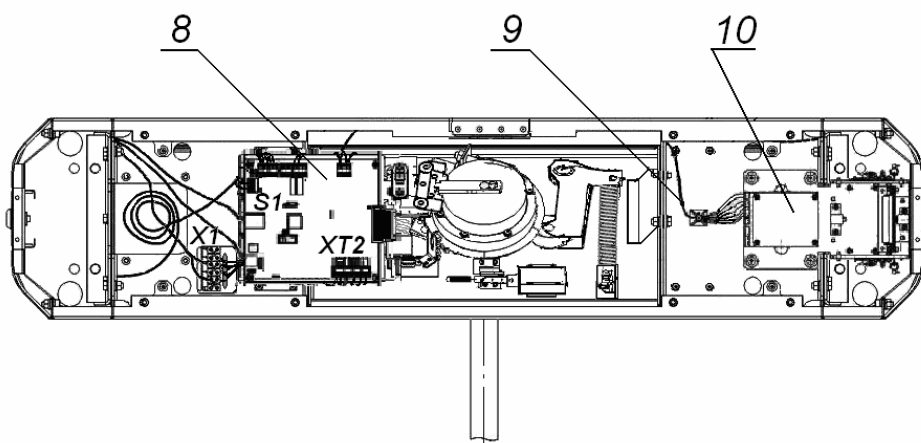
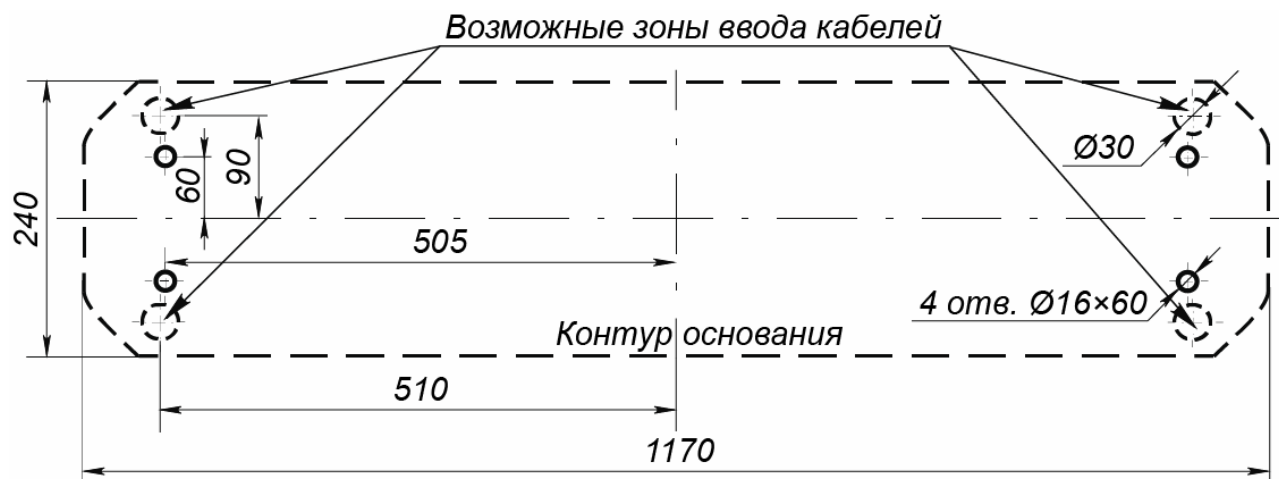

Рисунок 11. Схема прокладки кабелей в стойке ЭП
Рисунок 12. Схема разметки для установки стойки ЭП
3. Подготовьте в полу отверстия под гильзы анкеров для крепления стойки ЭП (см. рис. 12).
4. При необходимости прокладки кабелей под поверхностью пола подготовьте в полу кабельный канал, подходящий к одной из зон ввода кабелей в стойку ЭП, указанных на рис. 12.
6. Демонтируйте боковую заглушку (9) и выньте контейнер картоприемника (10), открыв ключом замки (11, 12).
10. Снимите крышку ЭП (3), отвернув ключом установочный винт (19). Порядок снятия крышки указан в разд. 6.
11. Протяните кабели внутри стойки. Рекомендуемое расположение кабелей при прокладке внутри стойки показано на рис. 11.
15. Выполните заземление стойки ЭП в соответствии с требованиями ПУЭ («Правила устройства электроустановок»). Контакт заземления **Z3** (см. рис. 11) находится за боковой заглушкой (9) стойки. Для крепления кабеля заземления на контакте используйте гайку М4.
16. Подключите кабель *Ethernet* (16) к разъему **S1** на плате контроллера ЭП.
19. После подключения всех кабелей и закрепления стойки на полу установите на место крышку (3), боковую заглушку стойки и контейнер картоприемника на свои места в порядке, обратном снятию.
При производстве механизм картоприемника (3, см. рис. 11) установлен со стороны считывателя №1.
- 4 Демонтируйте торцевые крышки (6); каждая крышка крепится двумя винтами М4×16 и двумя шурупами Ø4,2×19 снизу со стороны контейнера (10) или заглушки (9). Кабели считывателей, находящихся внутри торцевых крышек, не отсоединяйте.
- 6 Демонтируйте заглушку (7) из торцевой крышки со считывателем №1 и аккуратно установите ее в торцевую крышку со считывателем №2; заглушка крепится двумя шурупами Ø2,9×9,5.
- 7 Отсоедините кабель картоприемника (8, рис. 11.) со стороны платы картоприемника.